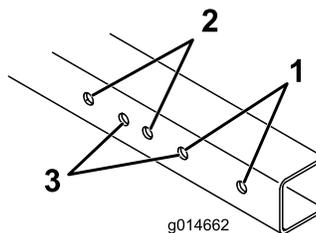

Figura 2
1. Consulte Figura 2 para determinar los taladros de montaje que deben utilizarse para ajustarse a la anchura del cortacésped de greens.
Nota: En los Greensmaster 1000, 1010 y 2000 equipados con un groomer, debe retirar el eje de la rueda en el extremo del groomer y adquirir e instalar un eje nuevo (Pieza N° 106-5385). Asimismo, debe montar el conjunto de raíl en el extremo del groomer en los taladros del Greensmaster 1600 y 1610 (Figura 2).